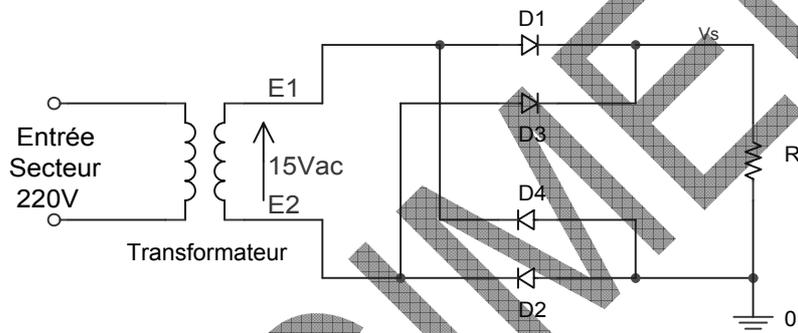

fig.1
2.1 REDRESSEMENT : schéma de principe fig.1
Le schéma de principe est donné figure 1.